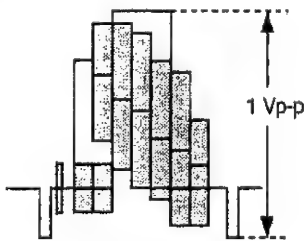

图 5—7
- 5. 检查这时的输出信号幅值是否符合图 5—7 所示的 1.1V_{p-p} 的规定要求。